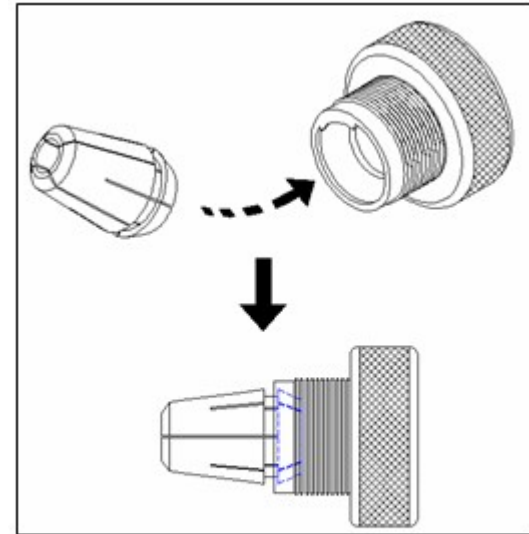

Figura 4-1
4. Insira a pinça a 45° no conjunto de fixação como mostra a figura. (Figura 4-1)